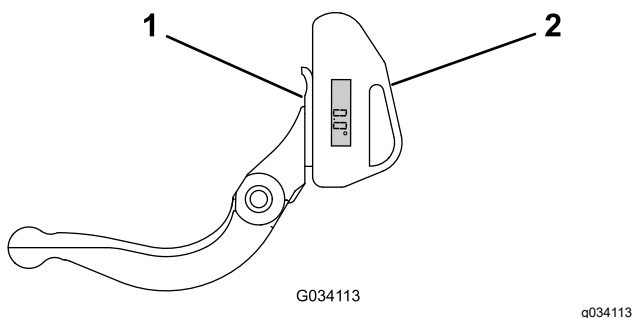

Figura 26
1. Coloque o indicador de ângulo no lado inferior da lâmina de corte, como se ilustra na Figura 26.